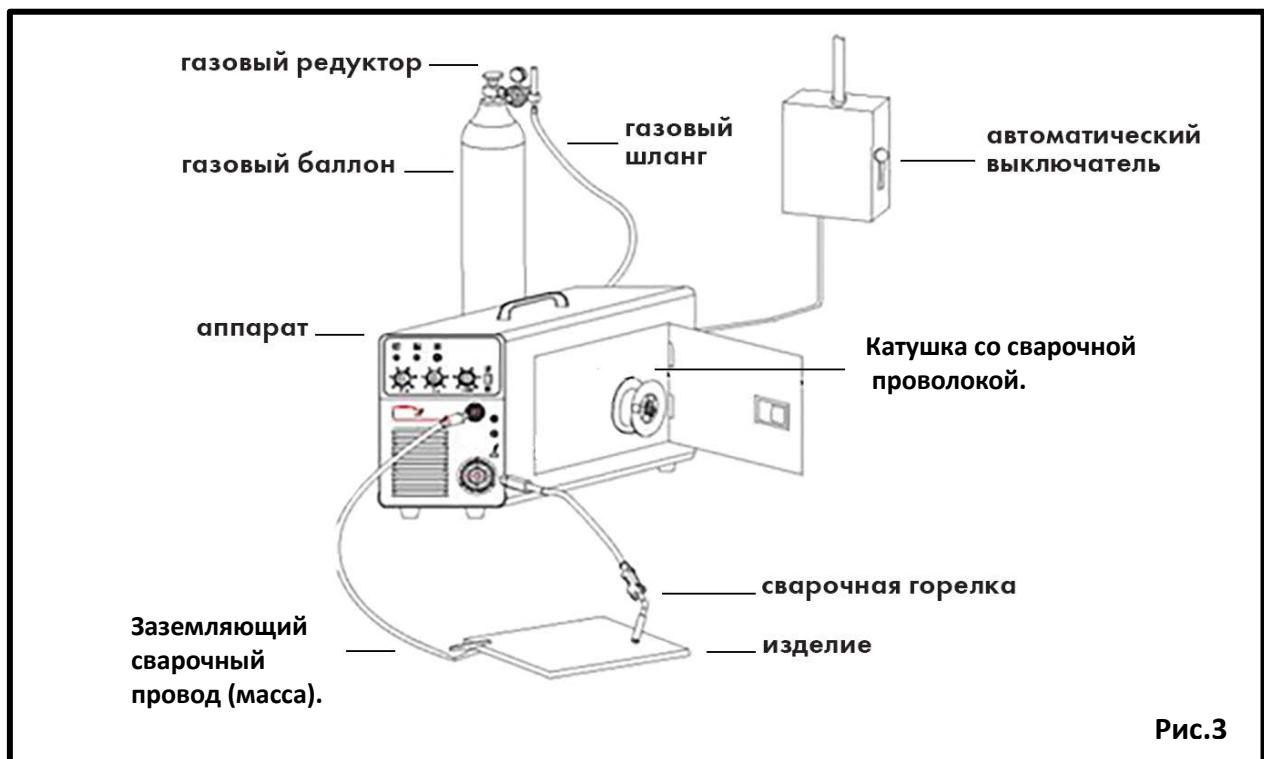

Рис.3
- Обычно для уменьшения количества брызг во время сварки необходимо подсоединить один конец заземляющего сварочного провода (масса) к свариваемому изделию, а другой конец должен быть подсоединен к выходу «-» сварочного аппарата (Рисунок 3).